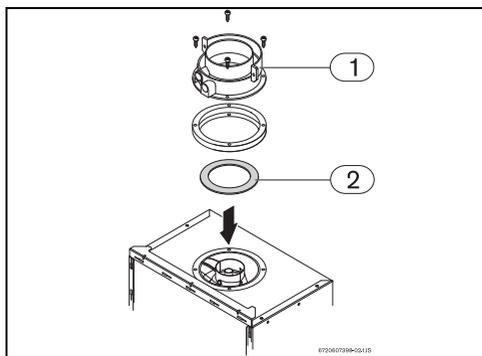

Рис. 5 Ограничительная шайба
В зависимости от конструкции дымохода и условий монтажа, может понадобиться установка ограничительной шайбы (рис. 5) под переходником (таблица 7 и 8). Чтобы обеспечить хорошую работу прибора, должны использоваться ограничительные шайбы нужной толщины.
- ▶ Отвернуть винты крепления переходника (рис. 5, поз. 1).
- ▶ Поместить ограничительную шайбу (рис. 5, поз. 2) между переходником и прибором.
- ▶ Снова закрепить переходник в приборе, используя 4 винта (рис. 5, поз. 1).